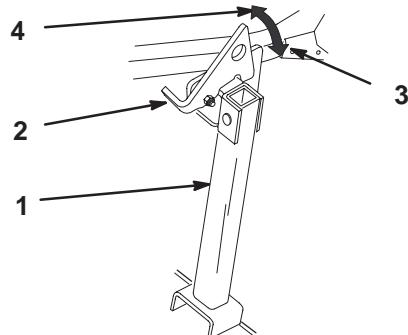

Figure 27
1. Relevez le verrou à la position déverrouillée (Fig. 27).